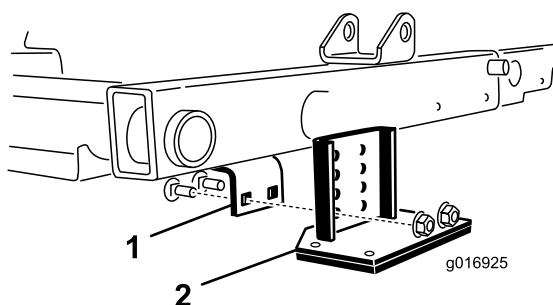

Figura 40
2. Localice el soporte del bastidor encima de la unidad de corte central (Figura 40).
3. Presione hacia abajo sobre el rodillo delantero de la unidad de corte central, y determine qué taladros del soporte basculante quedan alineados con los taladros del soporte del bastidor para obtener el mismo contacto del rodillo al instalarse el soporte basculante (Figura 40).
4. Baje las unidades de corte y monte el soporte basculante en el bastidor con los 2 pernos de cuello cuadrado y las 2 tuercas suministrados con el kit (Figura 40).